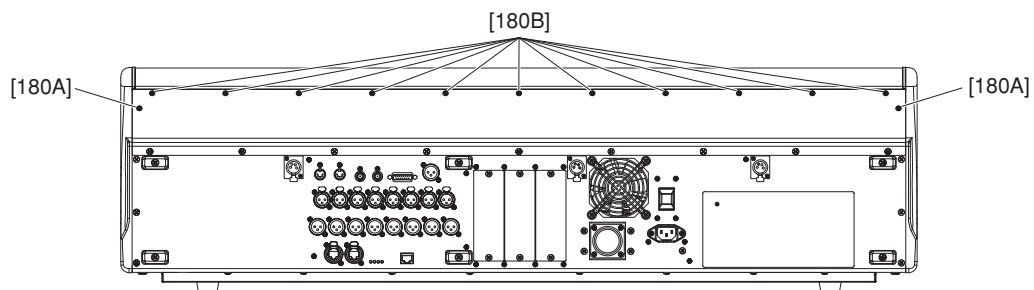

Fig. 2 (図 2)
- 1-1. Loosen the two (2) screws marked [180A] on the rear panel first and then remove the twenty-one (21) screws marked [180B] and the twelve (12) screws marked [190]. (Fig. 2)
- 1-1. リアパネル側の [180A] のネジ 2 本を緩めてから、[180B] のネジ 21 本と [190] のネジ 12 本を外します。(図 2)